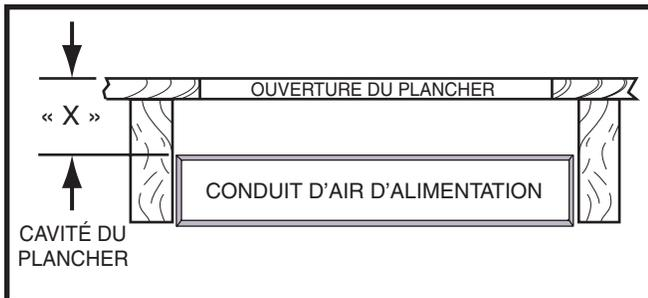

Figure 9. Cavité du plancher
**REMARQUE :** La profondeur de la cavité du plancher montrée en « X » dans la Figure 9 \(page 8\) déterminera le raccord de conduit qui convient.